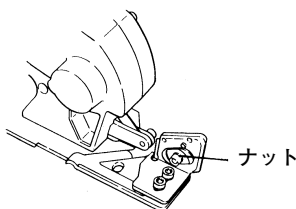

図 18
- (2) 裏側のナットを押さえながらケビキ刃止めネジを抜きケビキ刃ははずします。(図 18)